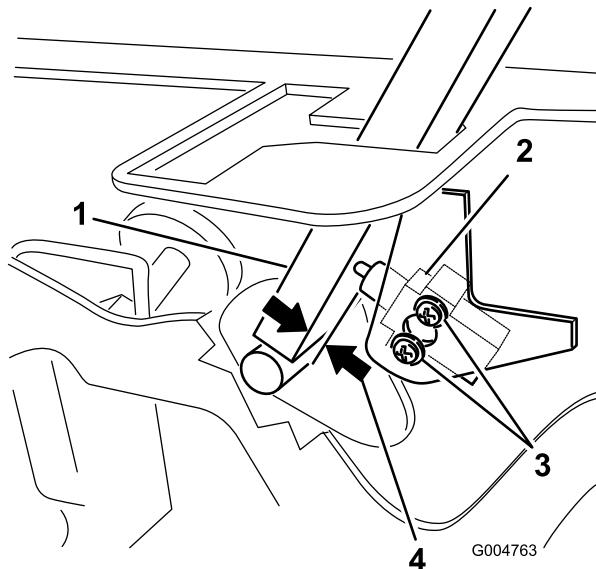

Figura 59
| 1. Pernos del panel delantero | 3. Afloje los 2 tornillos que fijan el interruptor de seguridad (Figura 59). |
- Sujetando la palanca de control contra el bastidor, mueva el interruptor hacia la palanca hasta que la distancia entre la palanca y el cuerpo del interruptor sea de 0,4 a 1 mm (Figura 59).